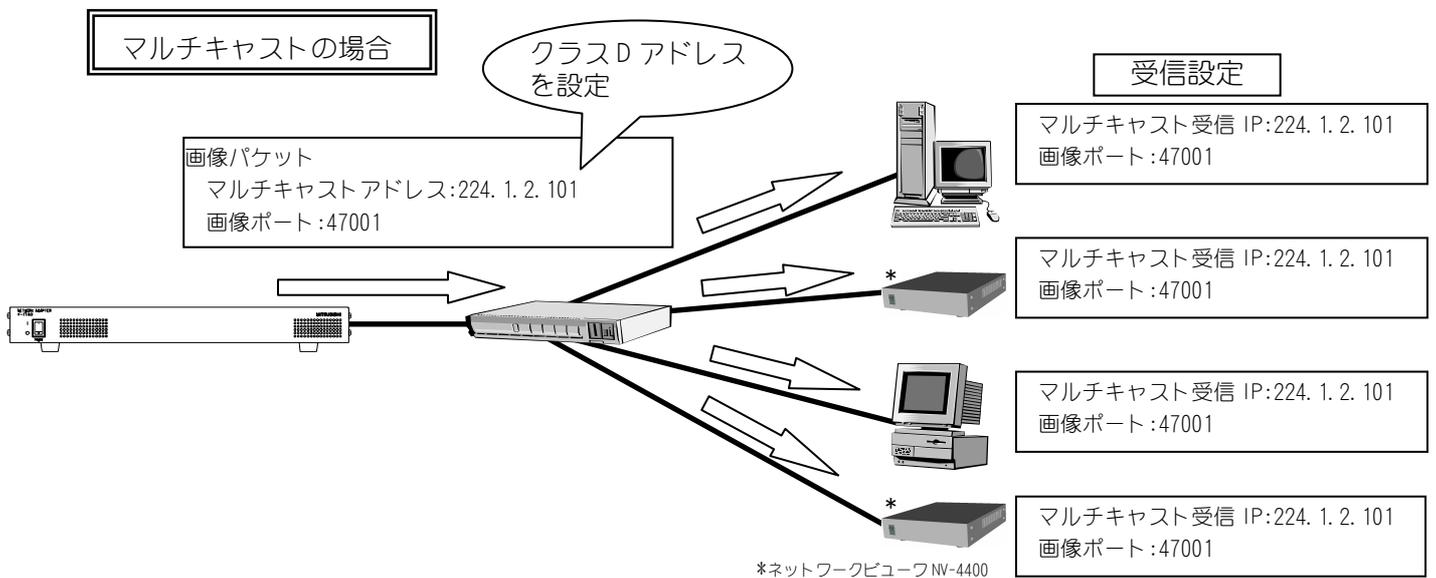

図 9-4 マルチキャストアドレス、画像ポートについて
- (1) マルチキャストアドレスは、RTP/UDP/IP プロトコルで映像配信される際の宛先 IP アドレスです。
- (2) マルチキャストアドレスにクラスDの IP アドレスを指定するとマルチキャスト配信が行なえます。
- (3) 図 9-4に示す様にマルチキャストアドレスに受信側機器の IP アドレスを指定すると RTP/UDP/IP プロトコルによるユニキャスト映像配信も行なえます。
- (4) 画像ポートは、映像データを通信するためのポートです。1024~65535 の範囲で設定できます。